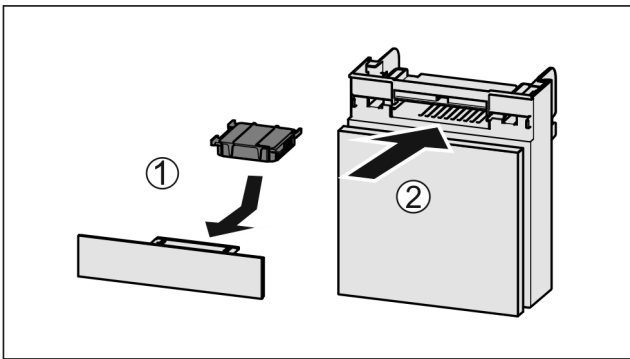

Fig. 95
- ▶ Helyezze be Fig. 95 (1) az aktívszén-szűrőt az ábrán látható módon.
- ▶ Tolja be Fig. 95 (2) a rekeszt.